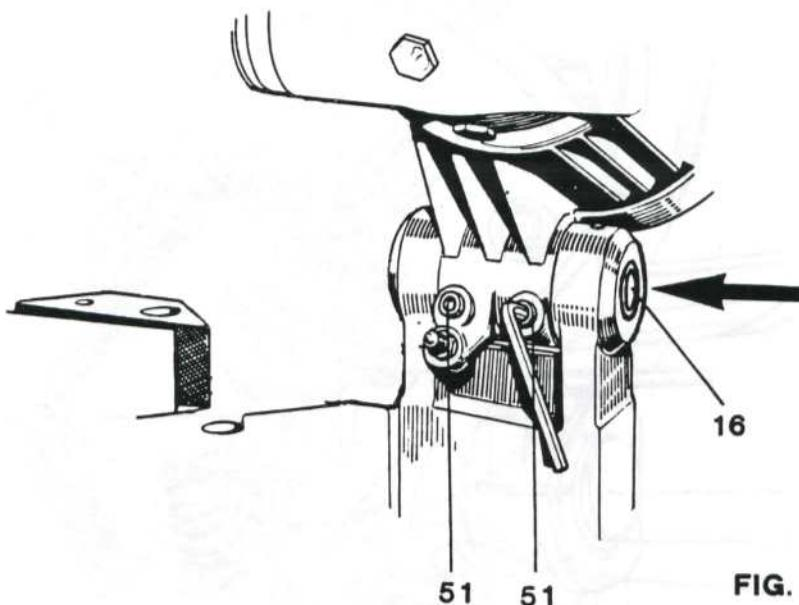

FIG. 10
#### SMONTAGGIO TESTA (FIG. 10)
#### HEAD REMOVAL (FIGURE 10)
#### DEMONTAGE DE LA TETE (FIG. 10)
#### AUSBAU DES SAEGEKOPFES (ABB. 10)
Togliere la testa come indicato in (fig. 10). Sbloccare la vite (6) e svitare il dado (5). Sfilare la leva (3) spingendo dal basso verso l'alto il tirante (13). Togliere dalla parte superiore il gruppo morsa (29) con l'anello (15 tav. 1).
Remove the head as indicated on (fig. 10), untighten the screw (6) and loosen the nut (5). Take-off the lever (3) by pushing from bottom to top the rod (13). Remove the vice unit (29) with ring (15table 1).
Enlever la tête comme indiqué par la (figure 10).
Kopf gemaess Beschreibung (Abb. 10) wegnehmen. Schraube (6) und Mutter (5) loesen. Hebel (3) herausziehen, schieben von unter nach oben die Zugstange (13) und Spannstock (29) mit dem dazugehoerigen Ring (15 abb. 1) durch die obere Seite abheben.